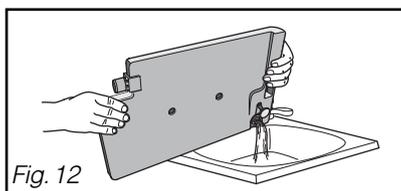

Fig. 12
**Le bac de récupération doit être vidé après chaque cycle de séchage (Fig. 12).**
– Videz le bac (Fig. 12).